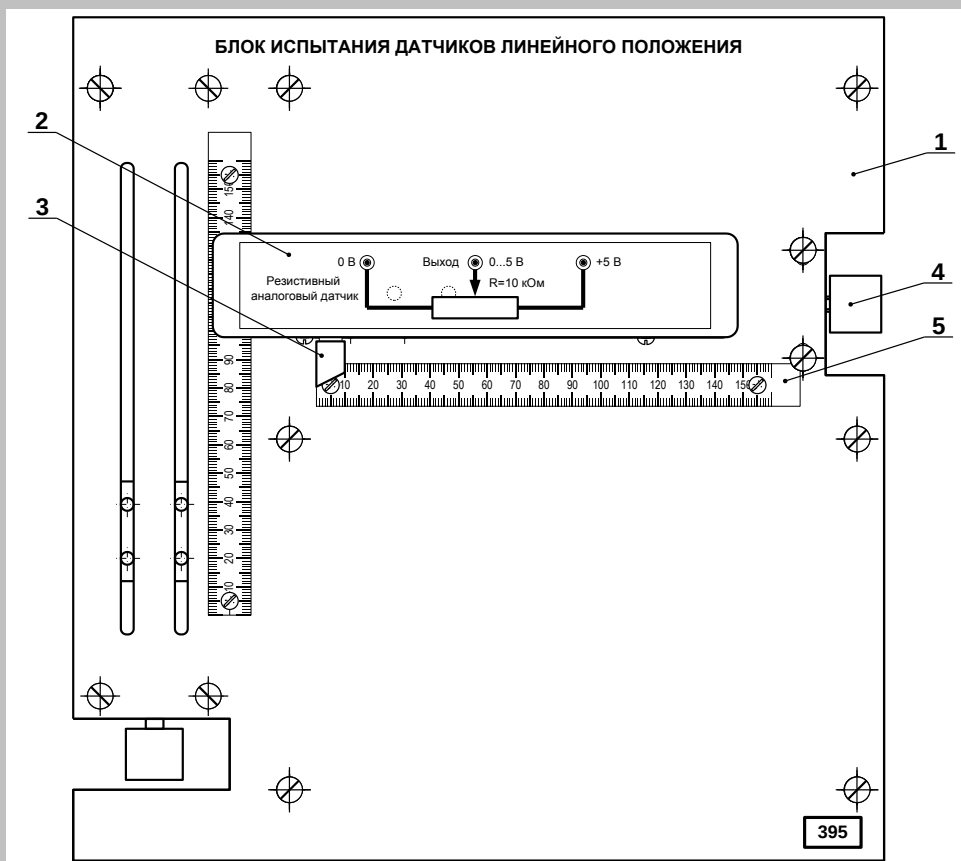

Рис. 2.3.1. Установка для испытания резистивного датчика положения
Испытываемый резистивный аналоговый датчик (2, рис.2.3.1) устанавливается в каретку горизонтального перемещения блока испытания датчиков линейного положения (1, рис.2.3.1) как показано на рис. 2.3.1.
Указатель датчика (3, рис.2.3.1) переместить в крайнее левое (относительно корпуса датчика) положение (см. рис. 2. 3.1) и ручкой горизонтального перемещения (4, рис. 2.3.1) установить указатель датчика (3, рис.2.3.1) на отметку 0 горизонтальной линейки (5, рис.2.3.1).
- Установите испытываемый резистивный аналоговый датчик (2, рис.2.3.1) в каретку горизонтального перемещения блока испытания датчиков линейного положения (1, рис.2.3.1) как показано на рис. 2.3.1.
- Указатель датчика (3, рис.2.3.1) переместить в крайнее левое относительно корпуса датчика положение (см. рис. 2.3.1) и ручкой горизонтального перемещения (4, рис. 2.3.1) установить указатель датчика (3, рис.2.3.1) на отметку 0 горизонтальной линейки (5, рис.2.3.1).